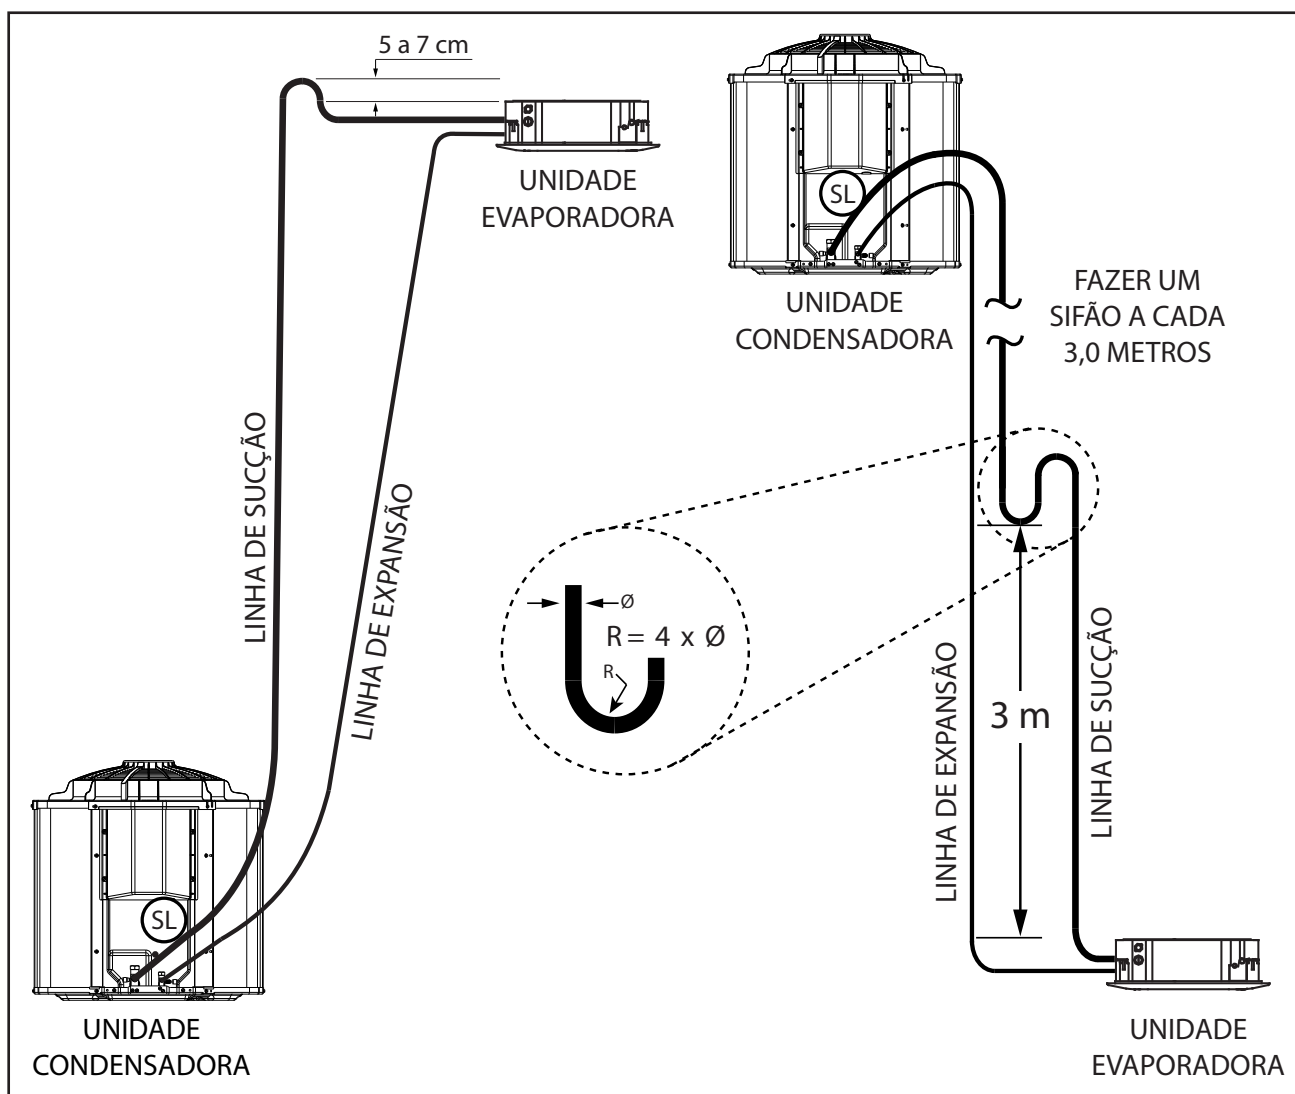

FIG. 34 - INSTALAÇÃO LINHAS DE INTERLIGAÇÃO
- 1º Elevar a linha de sucção acima da unidade evaporadora antes de ir para a unidade condensadora (entre 5cm e 7cm), quando a evaporadora estiver acima ou no mesmo nível da condensadora. (Fig. 34)
- 2º Quando a unidade condensadora estiver em um nível superior ao da unidade evaporadora, fazer sifões nas subidas da linha de sucção a **cada 3,0 m**, considerando desde a saída da evaporadora. (Fig. 34)